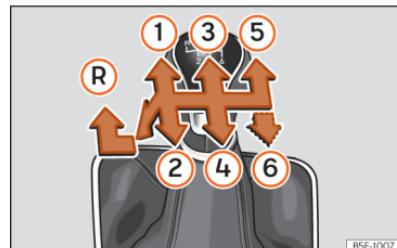

Fig. 100 Esquema de uma caixa de velocidades manual de 5 ou de 6 velocidades.
Na alavanca das velocidades indicam-se as posições das velocidades » Fig. 100.
- Com a alavanca das mudanças em ponto morto, pressione-a para baixo, mova-a para a esquerda até ao fim e depois para a frente para seleccionar a marcha-atrás »» Fig. 100 R.